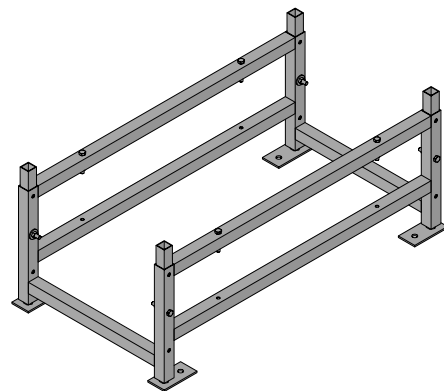

Abb. 42
- Untergestell-Kit (**Abb. 42**).